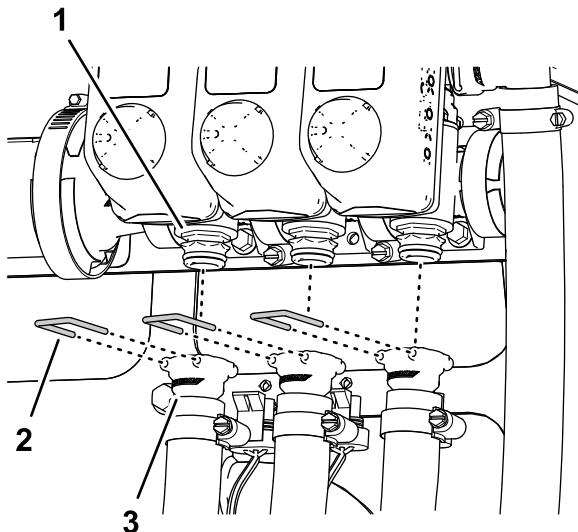

図 24
6. 左、中央、右の給液ホースをセクションバルブのクイックカプラに固定しているリテーナを取り外す(図 24)。